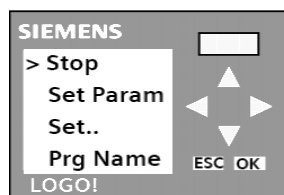

Figura 30. Menú para detener el programa o setear parámetros.
34. Presione el botón **ESC**, se mostrará la pantalla de la Figura 30, ubique el cursor “>” mediante los botones arriba o abajo ▲ ▼ en la opción **Stop** y presione el botón **OK**, luego en la opción **Yes** para confirmar que si se quiere detener el programa, presione de nuevo **OK** y esta vez si verá el menú de la Figura 31.